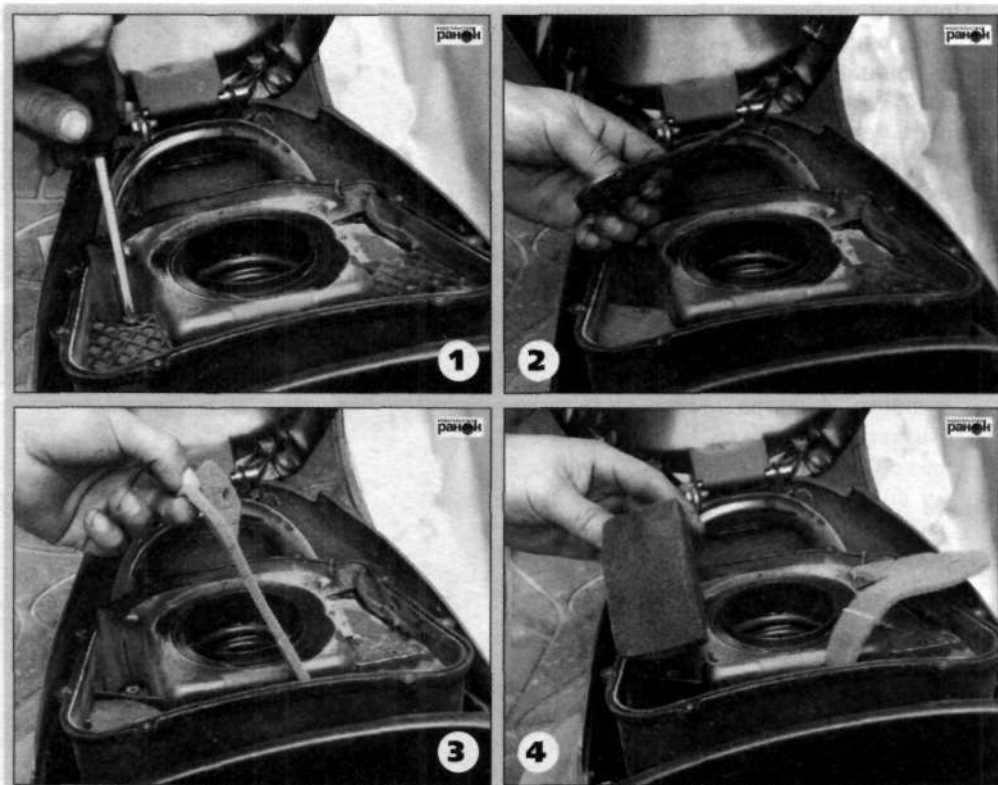

Рис. 13. Снятие дополнительных элементов очистки воздуха
- открутив крестовой отверткой винты крепления, снять пластмассовую решетку дополнительных элементов очистки воздуха (рис. 13);